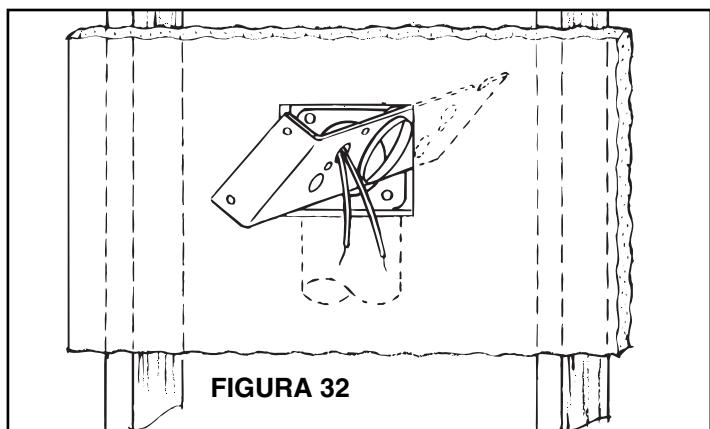

FIGURA 32
- Quite el marco de yeso de la abrazadera de montaje. Tire el alambre de bajo voltaje por el agujero en la abrazadera e inserte la abrazadera en el recorte. Sujete la abrazadera seguramente al accesorio con bridales con los cuatro tornillos proporcionados. Asegúrese de que el sellado sea seguro entre el accesorio con bridales y la abrazadera de montaje (Figura 32).